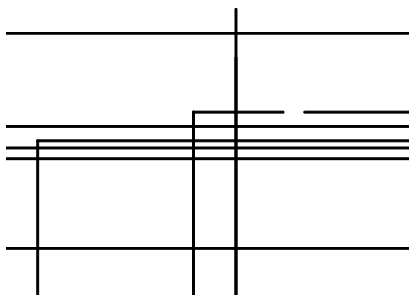

图 11-15 打断中心线上方第 5 条水平线
(1) 选择“修改”功能面板中的“打断”工具，或者选择“修改”菜单中的“打断”项，也可以从命令行输入命令 **BREAK**，打断的结果如图 11-15 所示。